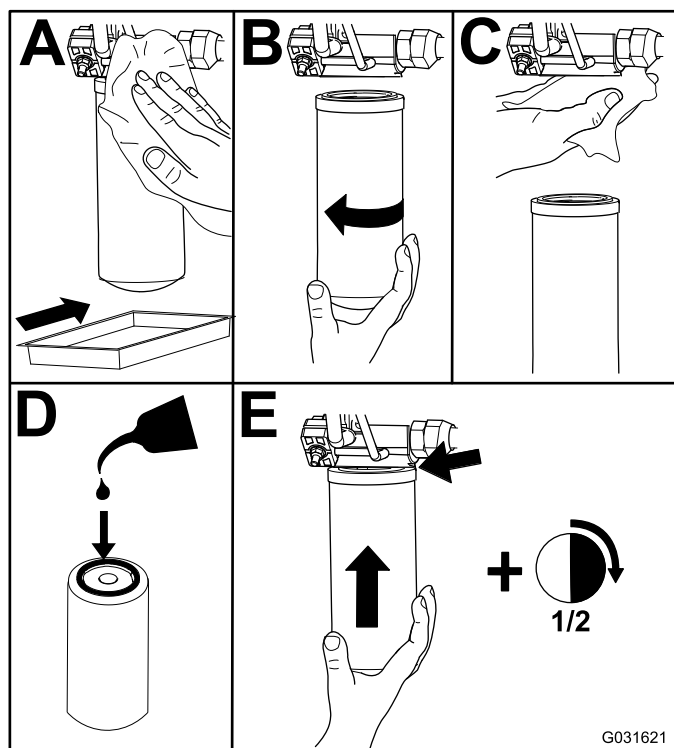

Рисунок 76
2. Замените гидравлические фильтры (Рисунок 76).